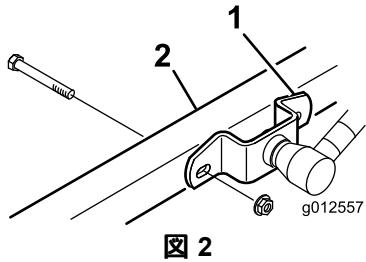

図 2
3. カッティングユニットを下降させ、昇降アームブラケットをキャスターarmに固定している4本のボルトとナットを外す図 2。